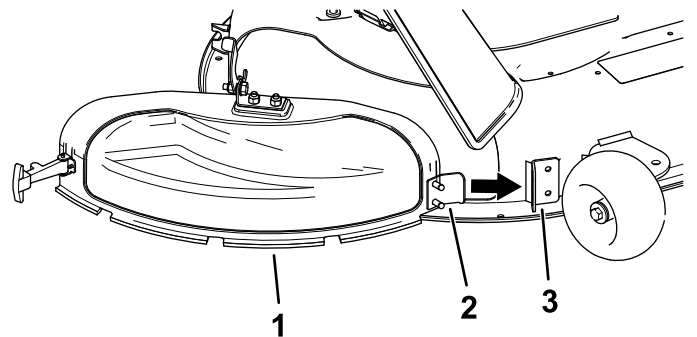

図 13
3. 排出口カバーについている金属製のタブを、デッキに溶接されているブラケットの-slotに取り付ける 図 13。